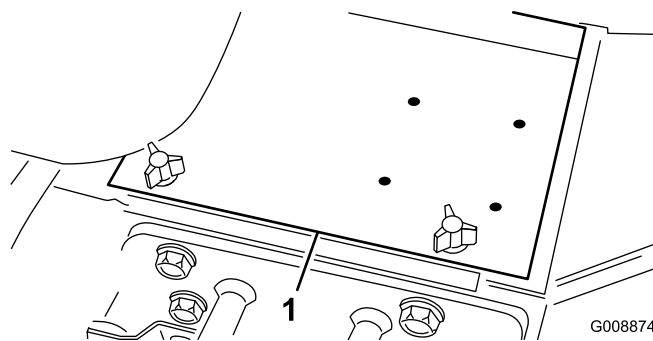

Figura 4
3. Togliete il coperchio della batteria (Figura 4).